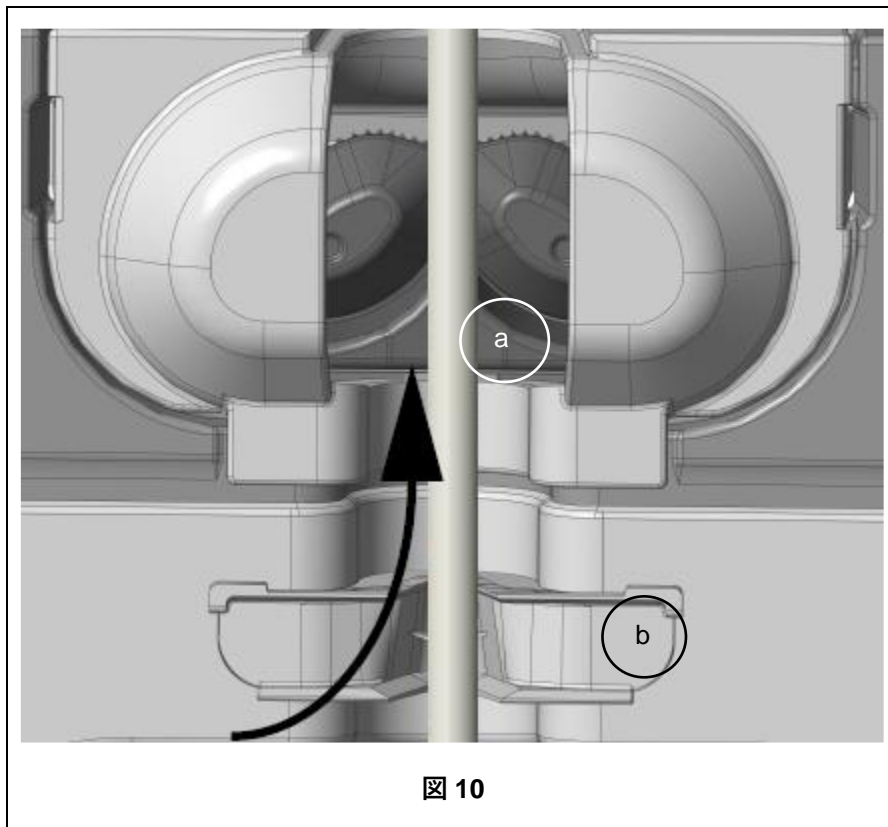

図 10
3. 2カ所のクランプ（図 10 参照）でプロブケーブルをしっかりと室内に固定します。